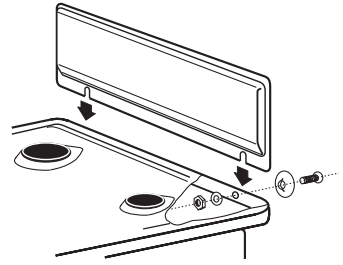

Рис. 12
- В плитах, укомплектованных щитком, щиток закрепляется перед установкой плиты (рис. 12).